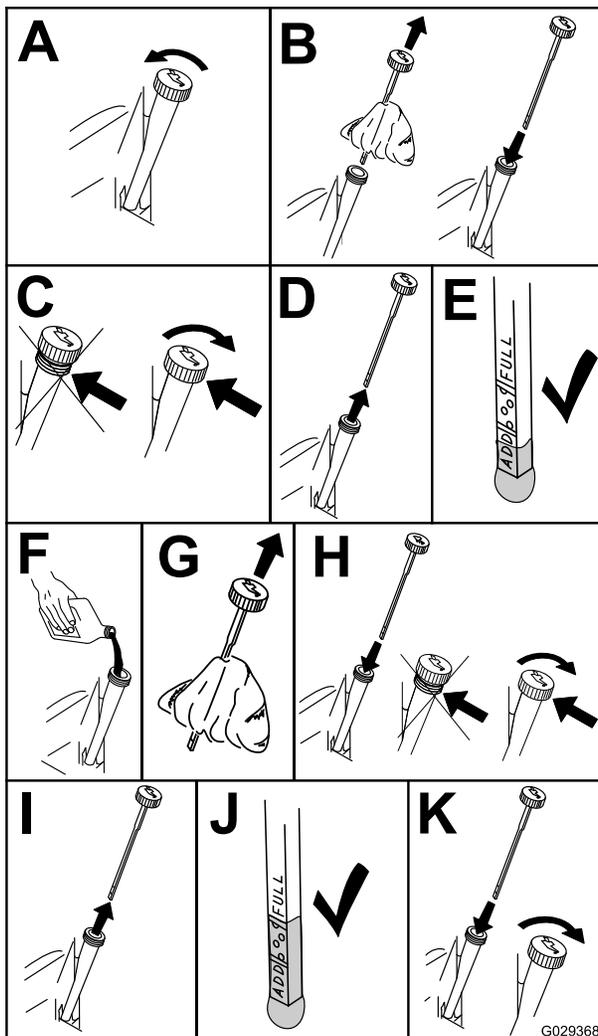

Figure 37
6. Pour éviter de faire tomber de l'herbe, de la poussière, etc., dans le moteur, nettoyez la surface autour du bouchon de remplissage-jauge d'huile, avant de l'enlever (Figure 37).